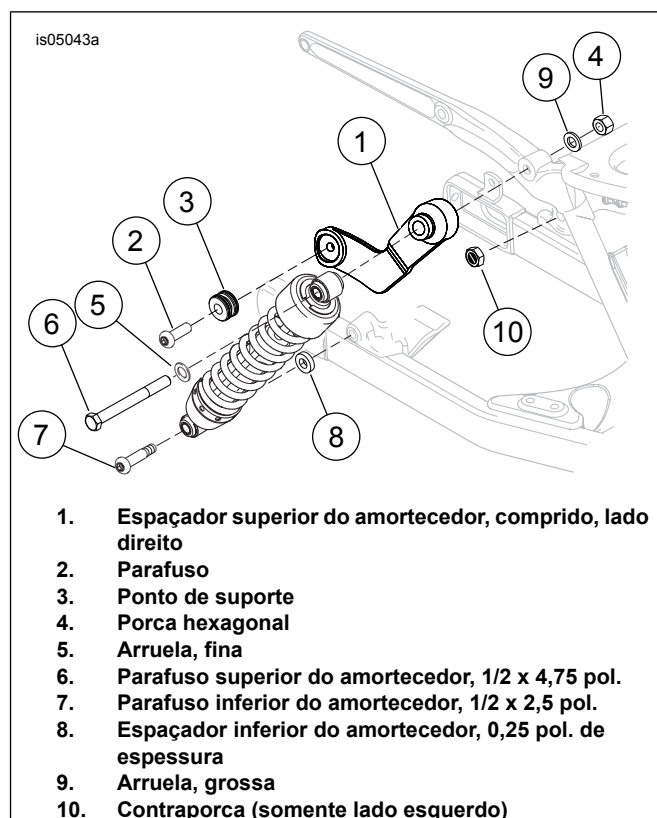

Figura 4. Instalação dos amortecedores (modelos anos 2008 e posteriores)
1. Veja a Figura 4. Monte um parafuso (2) e ponto de suporte (3) em cada espaçador superior do amortecedor (1), como mostrado. Aperte com torque de 28–37 N·m (21–27 ft-lbs).
2. Instale o novo parafuso superior do amortecedor (6) com a arruela fina (5) através do olhal superior do amortecedor e deslize no novo espaçador do amortecedor do lado direito (1), como mostrado, orientando o braço do espaçador superior do amortecedor (1) para que fique diretamente atrás do amortecedor.
3. Instale a arruela grossa (9) e a porca (4) no parafuso superior do amortecedor (6).
5. Instale o amortecedor no garfo traseiro com o novo parafuso inferior do amortecedor (7) e o espaçador do amortecedor (8) entre o amortecedor e o garfo traseiro. Instale a contraporca (10). Aperte o parafuso inferior do amortecedor com torque de 41–61 N·m (30–45 ft-lbs).